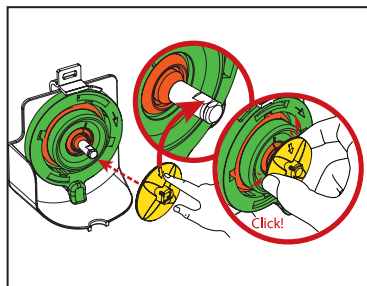

Fig. 3
2. Udskift monteringspladen på blander motoren og akslen. Sørg for at rette pilen på piskeren mod den plane overflade på akslen. Pres piskeren på akslen, indtil den "klikker" i position. (Se fig. 3)